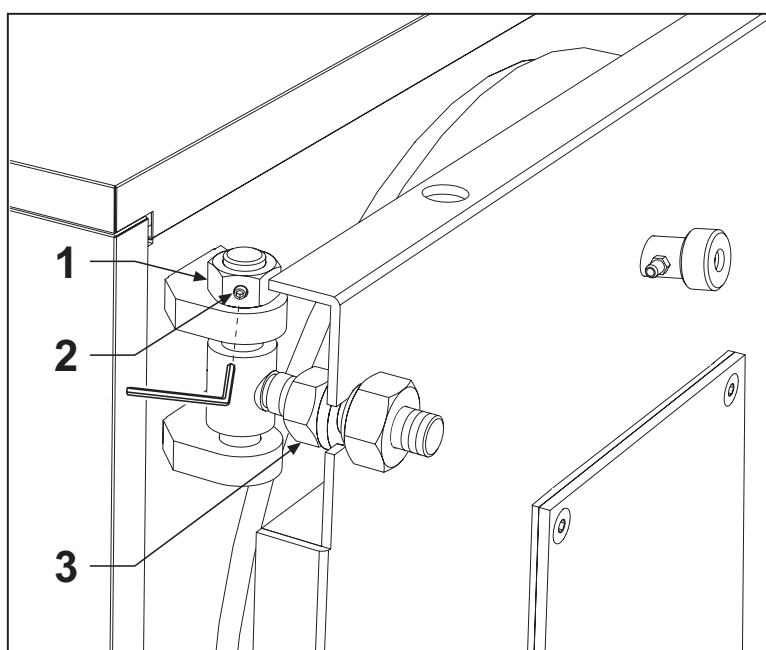

Fig. 12
- Le réglage en hauteur de la porte s'effectue au moyen de l'écrou (rep. 1) ; après le réglage, bloquer les goujons (rep. 2 - Fig. 12).
- Le réglage longitudinal s'effectue au moyen de la vis rep. 3 - Fig. 12.